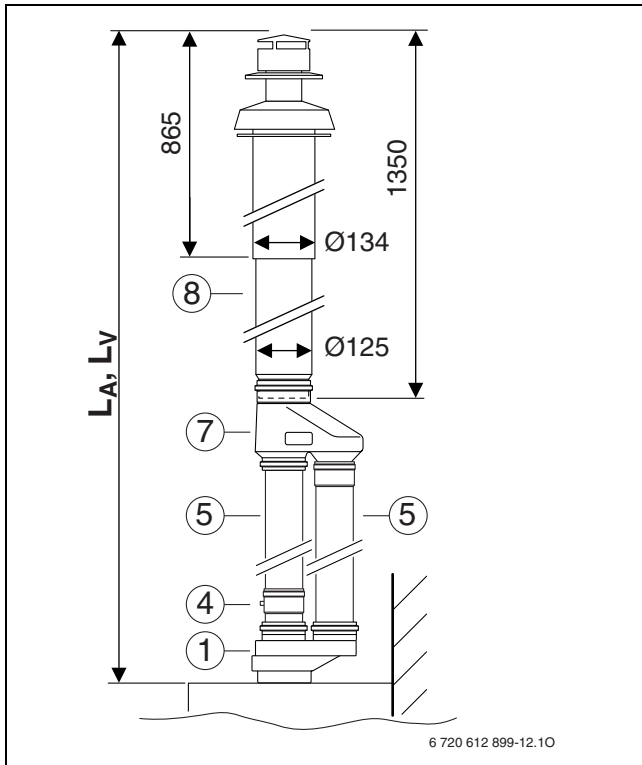

Fig. 15 Tipologia C32
**Legenda delle figure 15 e 16:**